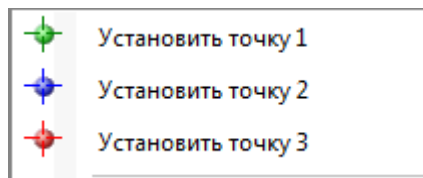

Рис. 2.84
- графически: наведя курсор на нужные узлы и щелкнув правой кнопкой мыши (рис. 2.84).